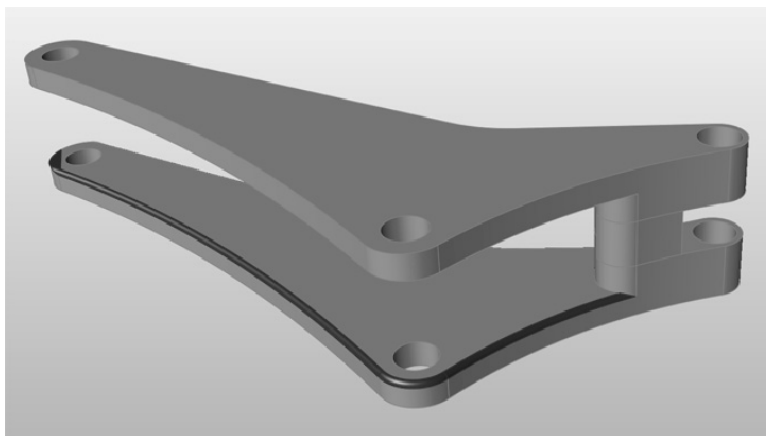

图 9-14
5) 双击该圆角，如图 9-14 所示。注意：整个圆角串都会被选中。